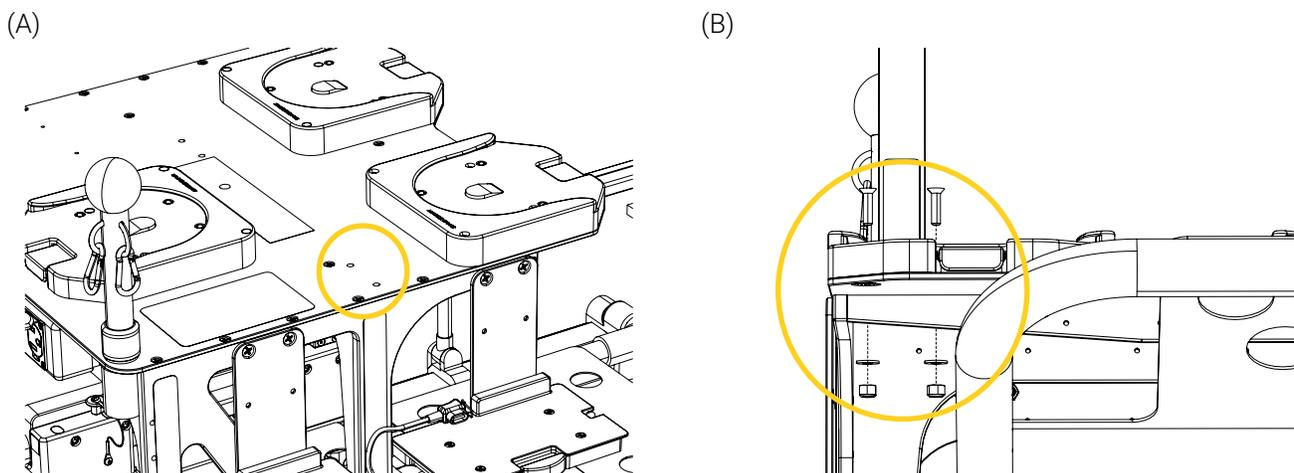

Figure 60: Installation de la tige à soluté Techni-IV
2. Repérer les deux (2) trous situés sur la plaque supérieure de la structure mobile destinée à l'installation de la tige à soluté Techni-IV (Figure 60 A).
3. Installer la tige à soluté Techni-IV à l'aide de deux (2) vis à tête plate Phillips 1/4 - 20 x 1 po (Figure 60 B).
4. Sous la plaque supérieure de la structure mobile, insérer une rondelle et un écrou de blocage sur la tige de chaque vis, puis serrer à l'aide d'une clé de 7/16 po et d'un tournevis Phillips #2 (Figure 60 B).